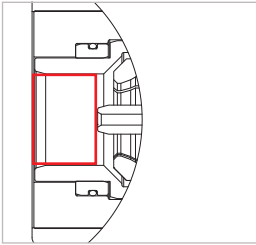

Abbildung 18
- ▶ Spülen Sie vor der Überprüfung unbedingt das WEH® Produkt mit Druckluft oder Stickstoff an folgenden Stellen (*Abbildung 18*):